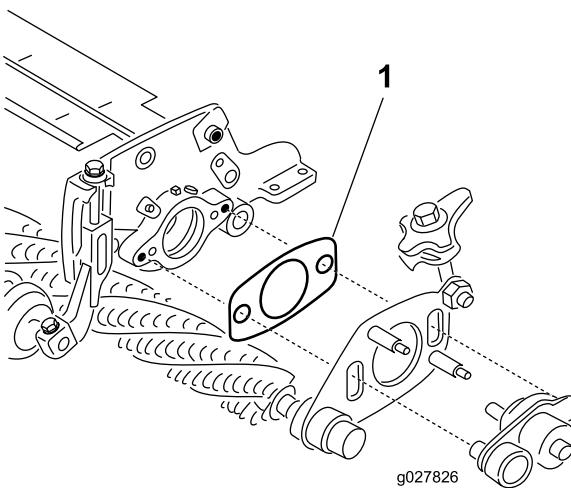

图34
- 7. 确保驱动侧疏草刀枢轴板与滚刀组侧板之间的薄垫片（图34）未受到枢轴轮毂的挤压。薄垫片必须能够自由移动。